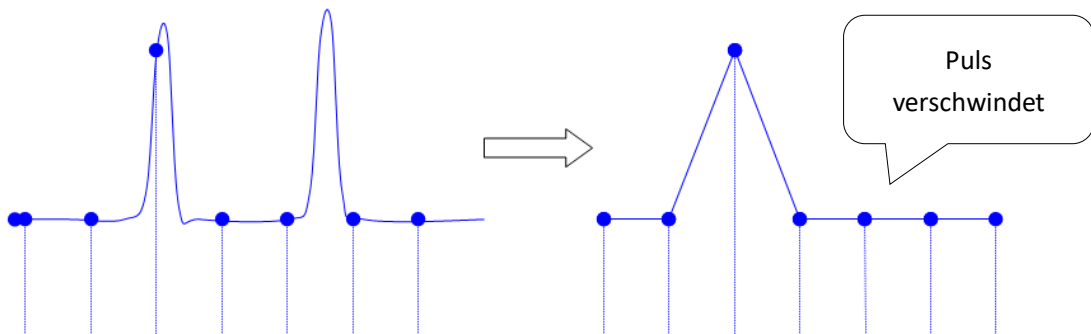

Abbildung 10-3
■ Fehlende Wellenform: Aufgrund der niedrigen Abtastrate gibt die Wellenform nicht alle tatsächlichen Signale wieder, wie in Abbildung 10-3 gezeigt.